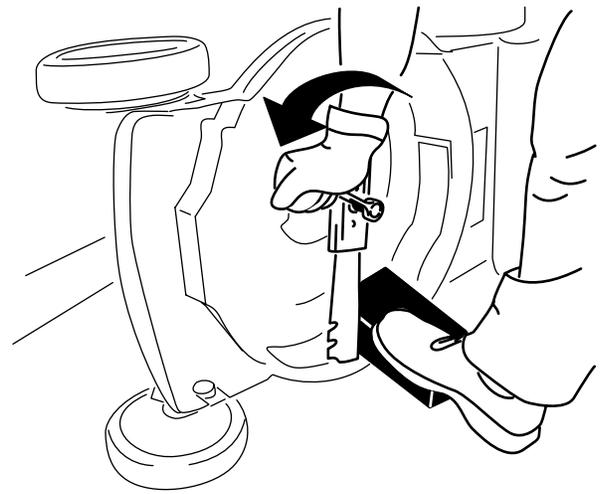

Bild 21
2. Stabilisieren Sie das Messer mit einem Holzblock (Bild 21).
3. Entfernen Sie den Messerbolzen, die Halterung und das Messer; bewahren Sie die Halterung und den Messerbolzen auf (Bild 21).